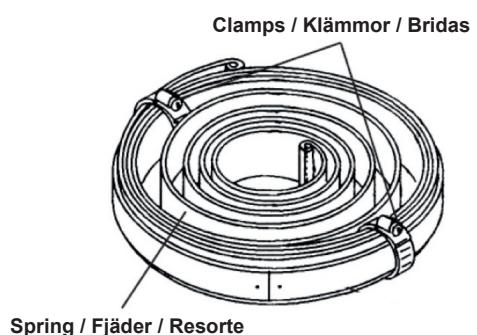

Fig. 11
8. Protect your hands with heavy Leather Gloves. Before removing the power spring, assure it with clamps, helping yourself with locking type pliers to compress and hold several rows of the power spring together (fig. 11). Then remove carefully the power spring.
9. Apply a light coat of grease inside the spring case and cover. Carefully install the new power spring. Be sure, the power spring hooks are aligned with the spool (16) and spring fixation (15) hooks.
10. Once the power spring is in the case, assemble the lid, the shaft (11) and the key (12) all together and cover the spring aligning the key with the slot at the power spring fixation (15) where the key must fit in.
11. Be sure the cover is aligned with the adjacent piece (the slots must be aligned). Then fix the lid whit the screws (9).
8. Innan fjädern lyfts ur trumman, säkra den med slangklämmor (fig. 11) så att den håller ihop. Om nödvändigt ta hjälp av en tång. Lyft sedan ur fjädern försiktigt.
9. Ha på lite fett i botten av trumman där fjädern låg och lägg i den nya fjädern försiktigt. Kontrollera att fjäderns hakar sammanfaller med haken i trumman (16) och på fjäderfästet (15).
10. När fjädern ligger på sin plats i trumman, lägg på locket (10) som sitter ihop med axeln (11) med sin kil (12). Se till att kilen går in i spåret i fjäderfästet (15).
11. När locket sitter på plats, vrid det tills spåren i ytterkant sammanfaller med trumman och montera sedan skruvarna (9).
8. Antes de retirar el resorte, asegúrelo con bridas para mantener las espiras del resorte juntas y sujetas entre ellas (fig. 11), puede ayudarse de unos alicates. Entonces extraiga el resorte suavemente.
9. Aplique una ligera capa de grasa en el habitáculo para el resorte, y proceda a instalar el nuevo resorte, tomando las mismas precauciones. Asegúrese de que los ganchos del resorte coinciden correctamente con los ganchos del tambor (16) y de la fijación resorte (15).
10. Una vez el resorte esté en el habitáculo, cúbralo con la tapa (10). Esta tapa estará unida al eje (11) con su chaveta (12). Asegúrese de que la chaveta esté alineada con la ranura de la fijación resorte (15) donde encajará.
11. Una vez colocada la tapa, gírela hasta que esté bien alineada con la pieza perimetral sobre la que encaja (las ranuras han de coincidir). Tras esto, apriete los tornillos (9).